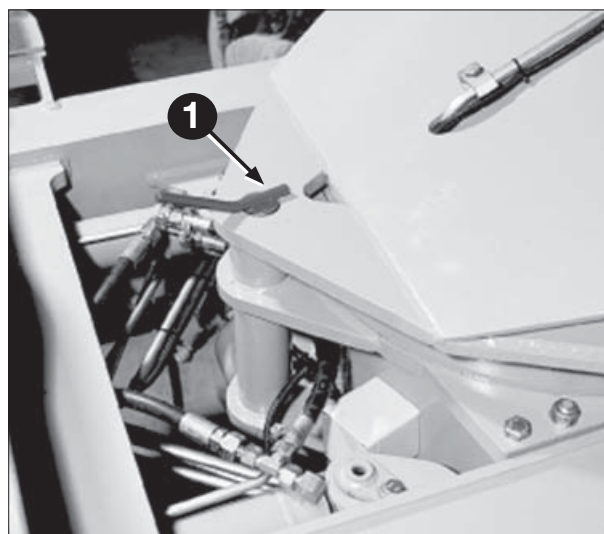

Fig. 62
Hvis MultiTip ikke ønskes anvendt, kan sikkerhedsbolten 1 fig. 62 monteres.
- Sikkerhedsstangen fig. 66 er monteret, eller hvis MultiTip er monteret, sikkerhedsboltene i begge sider fig. 67 og sikkerhedsboltene for drejning fig. 62.